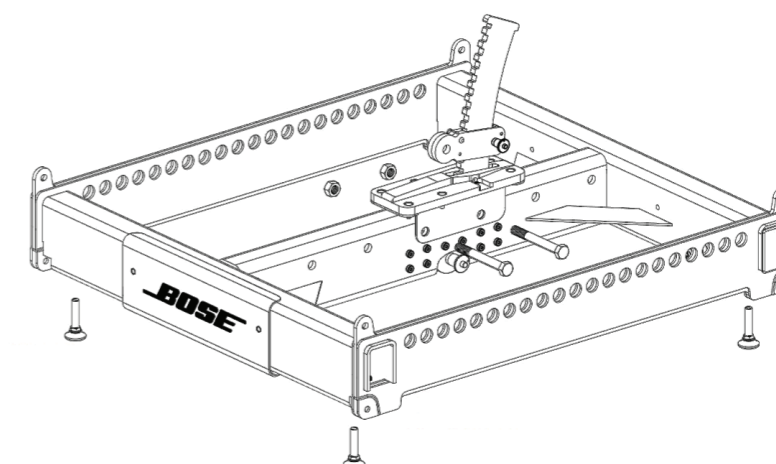

図6. フレーム上のグラウンドスタックブラケット
1. フレームの底部にレベルリングフィートを取り付けます。図6を参照してください。レベルリングフィート脚が水平になるよう各ネジを完全に締めます。